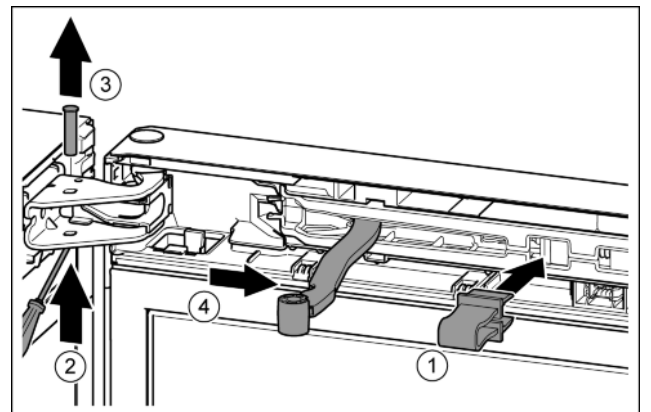

Fig. 9
- ▶ Sicherung in Öffnung einrasten. Fig. 9 (1)
- ▶ Bolzen mit Schraubendreher herausschieben. Fig. 9 (2)
- ▶ Bolzen nach oben herausnehmen. Fig. 9 (3)
- ▶ Gelenk in Richtung Tür drehen. Fig. 9 (4)